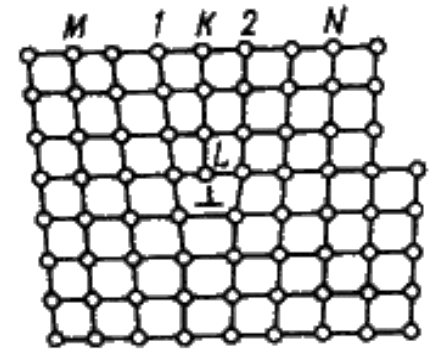

Рис.2.3 Искажения в КР
- Вдоль края экстраплоскости искажения простираются через весь кристалл и могут быть очень велики (тысячи периодов решетки) (рис. 2.3). Рис. 2.3. Искажения в кристаллической решетке при наличии краевой дислокации